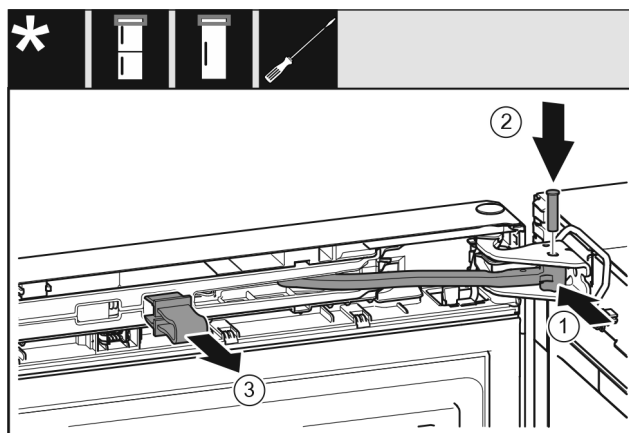

Fig. 25
- ▶ Tourner la jointure Fig. 25 (1) dans le support de palier.
- ▶ Insérer l'axe Fig. 25 (2) dans le support de palier et la jointure. Veiller à ce que l'ergot soit bien en place dans la rainure.
- ▶ Retirer la fixation Fig. 25 (3).